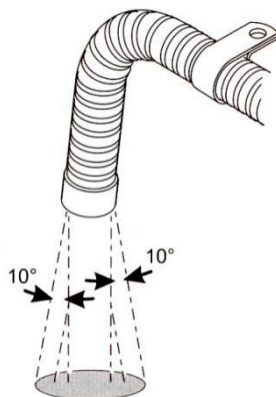

图 26
4.5.7 加热器工作时，**排气管的温度很高**，安装时一定要远离车体的塑料零部件等怕热的物体，并妥善固定。其排气口应垂直向下，角度为 $90^{\circ} \pm 10^{\circ}$ 。为确保这一角度，排气管的固定卡子与尾端距离不得大于 150mm。(图 26)